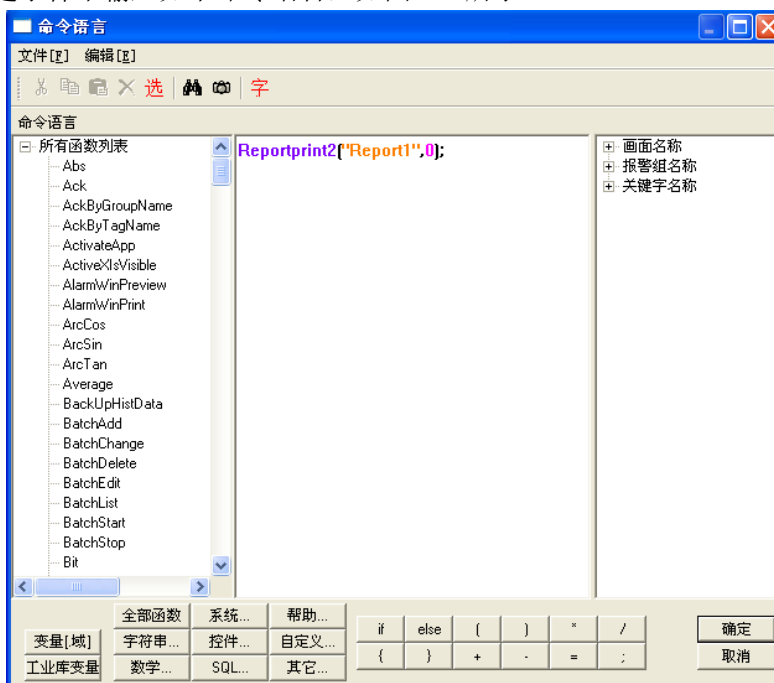

图 8-7
- 2、在按钮的弹起事件中输入如下命令语言，如图 8-7 所示。